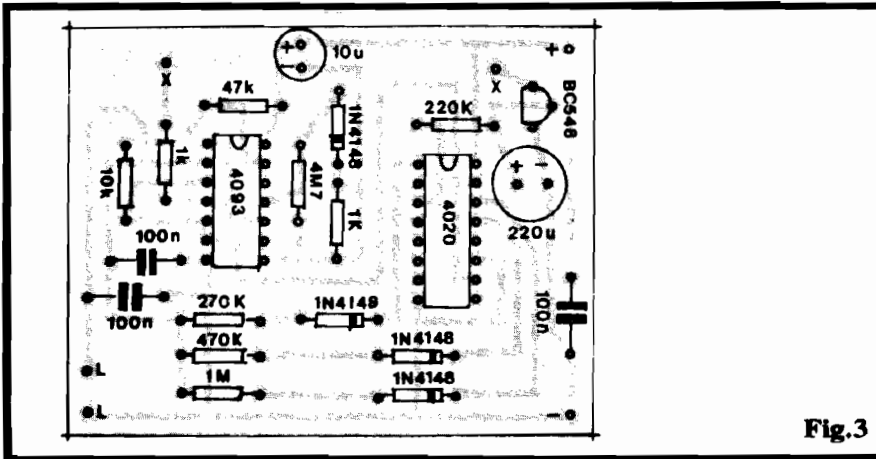

Fig.3
- FIG. 3 - CHAPEADO DA MONTAGEM - A distribuição dos componentes sobre a placa (lá estão praticamente todas as peças do circuito, com exceção do LDR, cápsula piezo e pilhas...) está ilustrada com clareza, na figura... Observar, principalmente, a colocação dos componentes polarizados (Integrados, transístor, diodos e capacitores eletrolíticos), bem como a relação valor/localização dos demais componentes (resistores e capacitores "co-